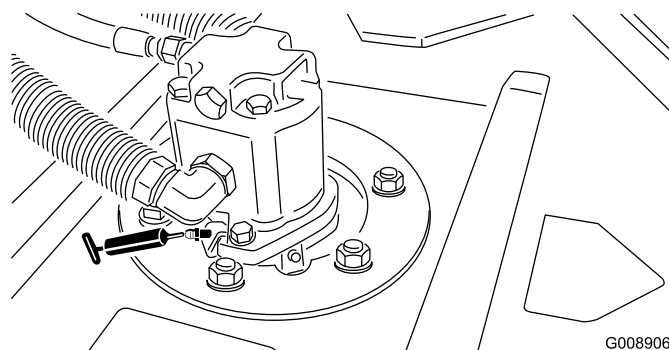

Рисунок 37
- Подшипники шпинделя режущего блока (по 2 шт. на режущий блок) — Рисунок 37